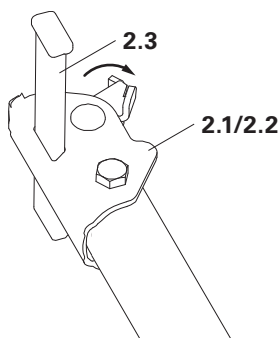

Fig. A2.04
1. Aprire il connettore a cuneo C (argento) (2.1) o D (giallo o nero) (2.2). Il cuneo (2.3) si trova sopra. (Fig. A2.04)